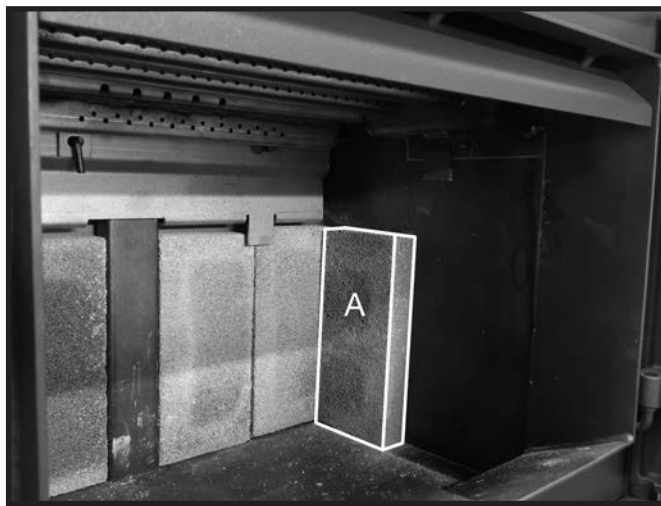

Figure 16: Première brique posées sur le mur droit.
4. Briques des murs latéraux : Placer une brique A verticalement contre le mur et contre la brique du mur du fond (Figure 16).